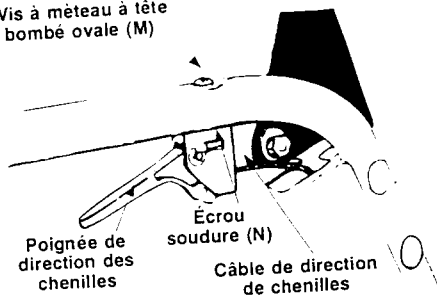

FIGURE 19
- Placez l'écrou plat soudé (N) dans la fente de la manette de droite. Positionnez la manette sur le dessous du guidon de droite et maintenez-la avec une vis à tête ovale bombée (M). Voir la figure 19. Installez la manette de gauche sur le guidon de gauche de la même façon.